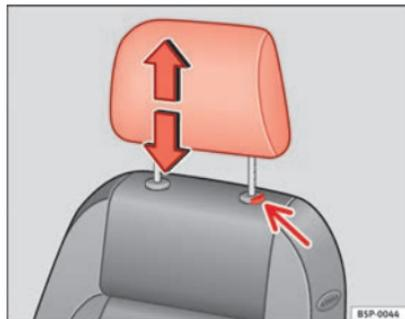

Fig. 91 Regulação ou desmontagem do encosto de cabeça
- Pressionar o botão ⇒ Fig. 91 (seta).